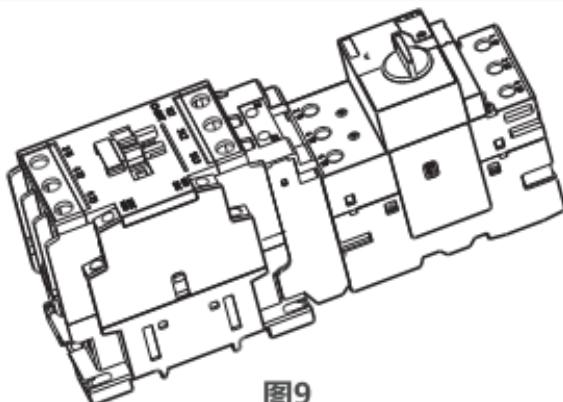

图9
3.2.5 将组装好的接触器、起动器、连接器放置在桌面上，使用一字或十字螺丝刀旋紧起动器上2/T1、4/T2、6/T3接线螺钉，拧紧扭矩分别为 $2\text{N}\cdot\text{m}(\text{CC-2(NS2)})$ 、 $6\text{N}\cdot\text{m}(\text{CC-3(NS2)})$ 。安装完成后如图9所示。